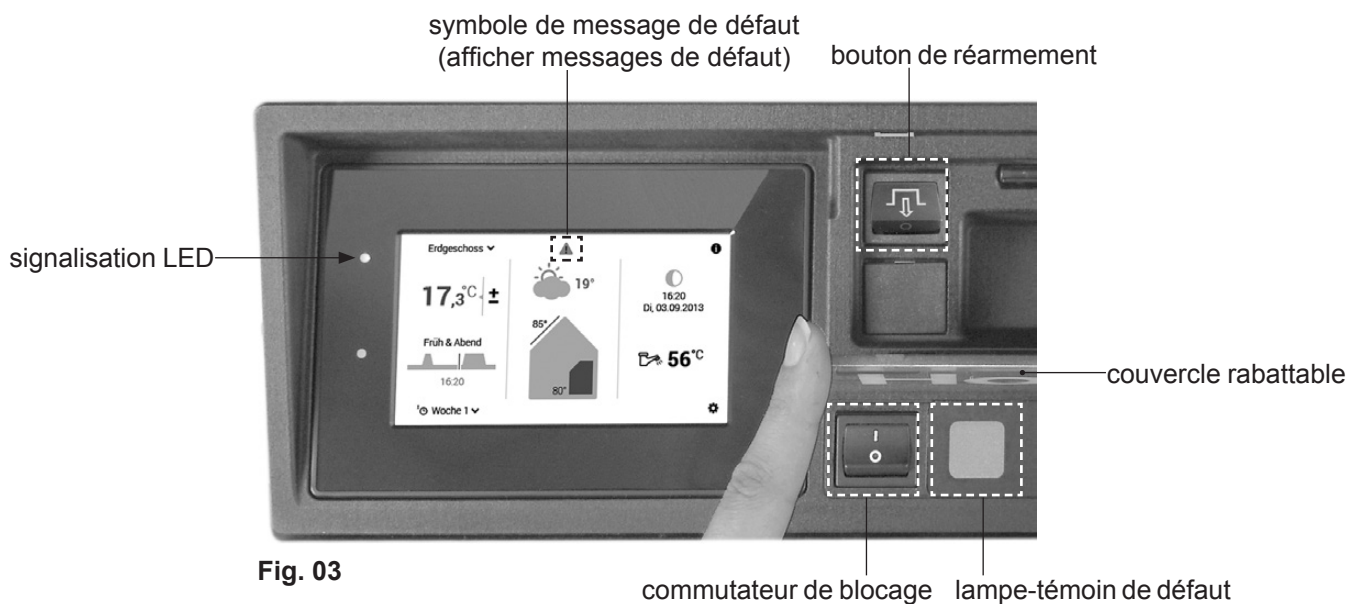

Fig. 03
1. Ouvrir le couvercle rabattable (Fig. 03) à droite du tableau de commande.